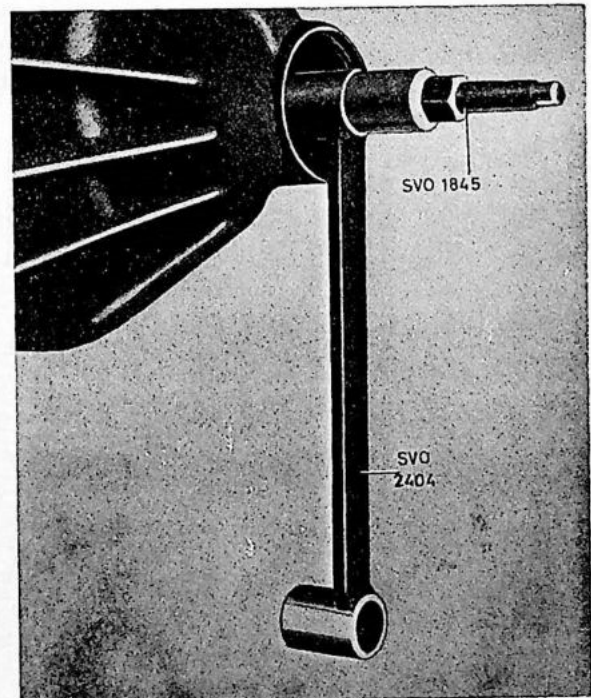

Fig. 4-113. Montage van de pignon
pignon aan en trek de pignon erin, zie Fig. 4-113. Gebruik de aantrekmoer, totdat de bus tegen de pignon drukt, zodat deze het lager er niet verder op kan persen.
- slingerring, de papieren pakking en de oliekeerring aan. Monteer de oliekeerring met stempel SVO 2403. Pers dan met behulp van SVO 1845 de flens op de pignon; zie Fig. 4-113. Monteer de ring en de moer. Zet de moer vast met een aanhaalkoppel van 28—30 kgm (200—220 lb.ft.).